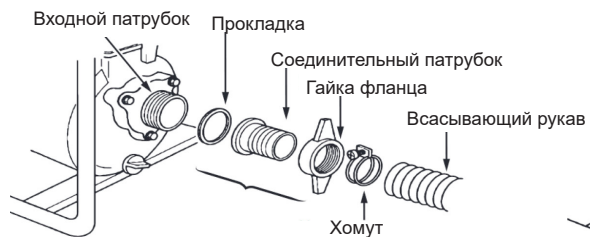

Рис. 2
5. Установите на всасывающий патрубок прокладку и соединительный патрубок, как показано на Рис. 2.